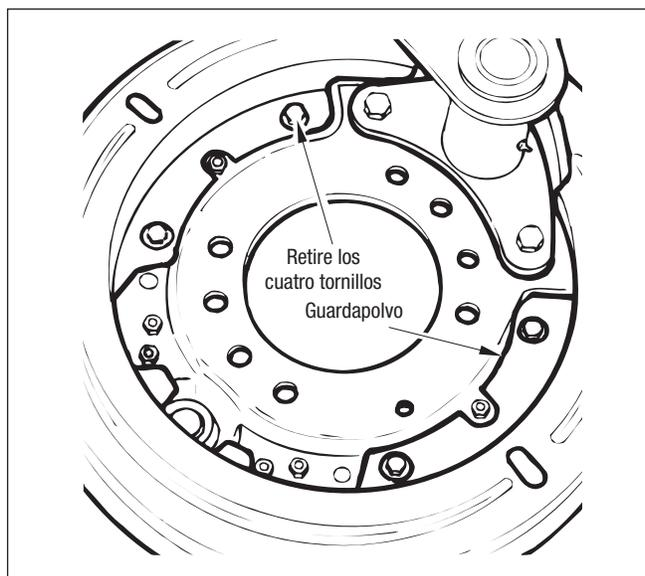

Figura 31 – Desmontaje de herramientas del guardapolvo
2. Retire las tuercas y pernos de fijación de la araña al eje. *Consulte la figura 31.*